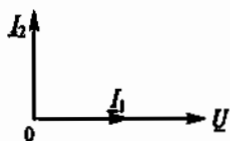

Рис. 71
3.8. Какой из трех цепей, приведенных на рис. 70, соответствует векторная диаграмма, данная на рис. 71?